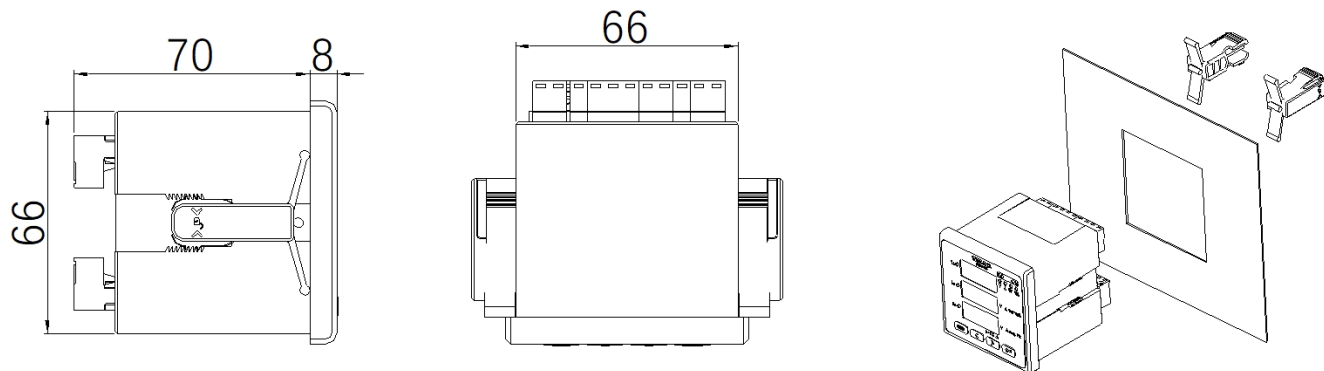

图 3
4.3 72×72 表型，面框尺寸(mm)：72×72 开孔尺寸(mm)：67×67 进柜体深度(mm)：71 (见图 3)